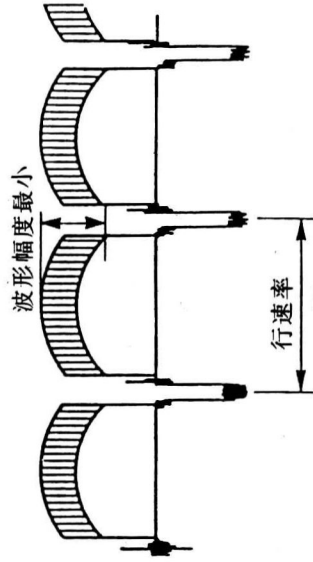

图 69
① 调整条件和步骤与矢量仪的调整相同;
② 调节 VR101 和 VR102, 使波形为最小, 如图 69 所示。